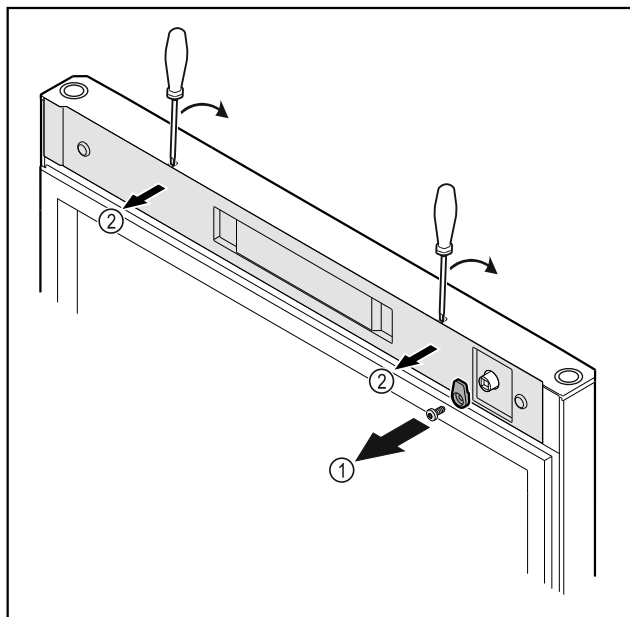

Fig. 53
- Irrota sulkuhaka Fig. 53 (1).
- Paina suojus Fig. 53 (2) pienellä ruuvimeisselillä paikaltaan ja ota se pois.